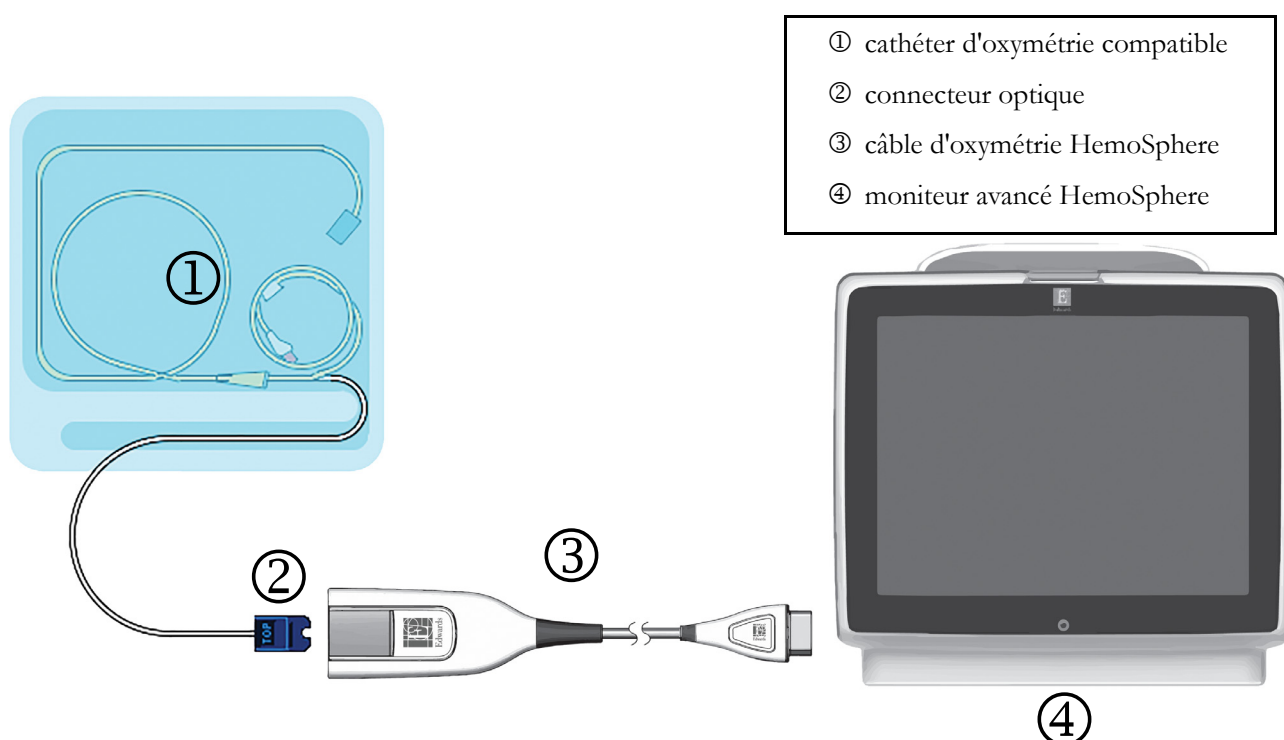

Figure 4-2 Présentation des connexions d'oxymétrie
- 1 Connecter le câble d'oxymétrie HemoSphere au côté gauche du moniteur avancé HemoSphere. Voir figure 4-2.